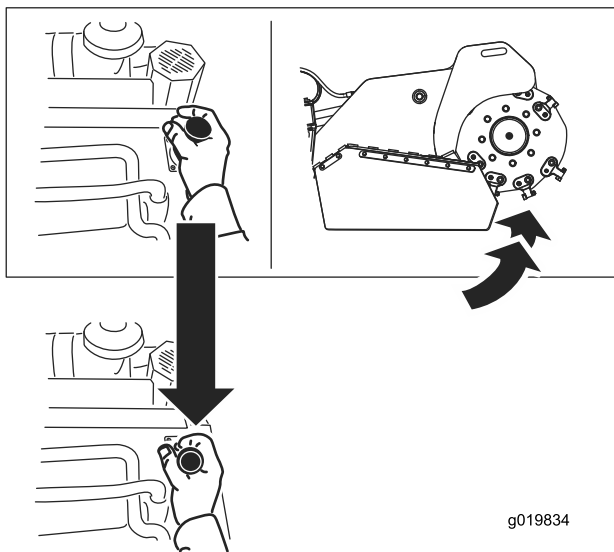

Bild 14
- Ziehen Sie zum Anheben der Fräse den Hebel zurück (Bild 14).